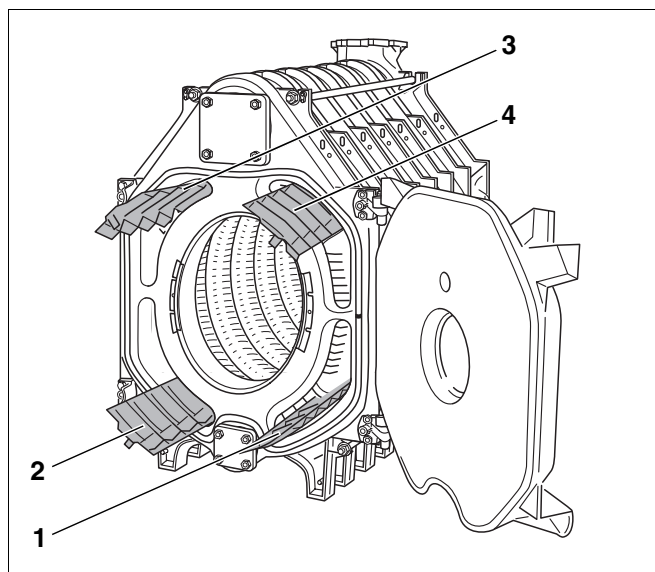

Fig. 34 Plăci de dirijare a gazelor fierbinți
- Plăcile de dirijare a gazelor fierbinți se scot din lada cu armături și se introduc în canalele de fum în conformitate cu inscripționările din turnare (vezi fig. 34 și tabelul de mai jos).